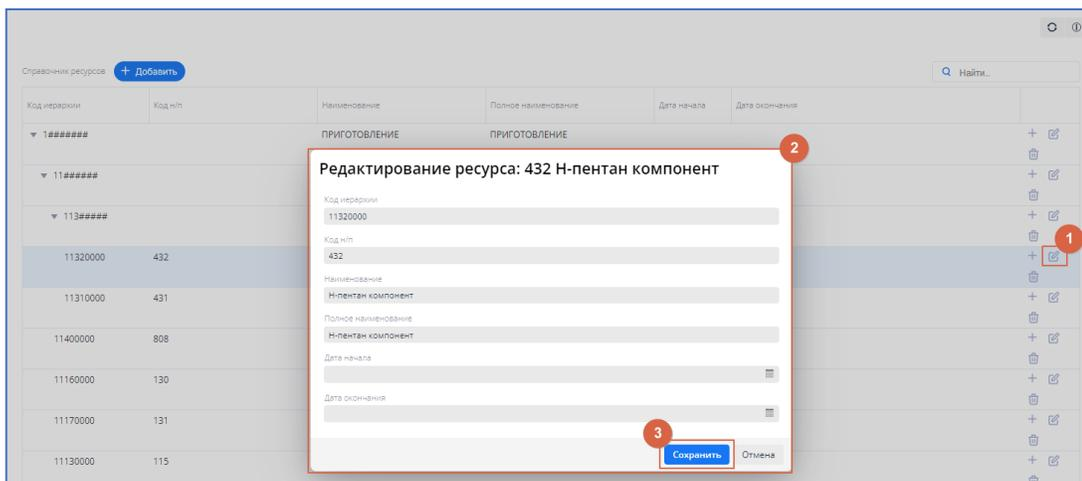

рис. 6.5. Редактирование данных ресурса
- нажать  (см. рис. 6.5. [1]);
- внести изменения в данные ресурса (см. рис. 6.5. [2]);
- нажать **Сохранить** (см. рис. 6.5. [3]).